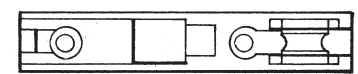
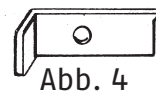
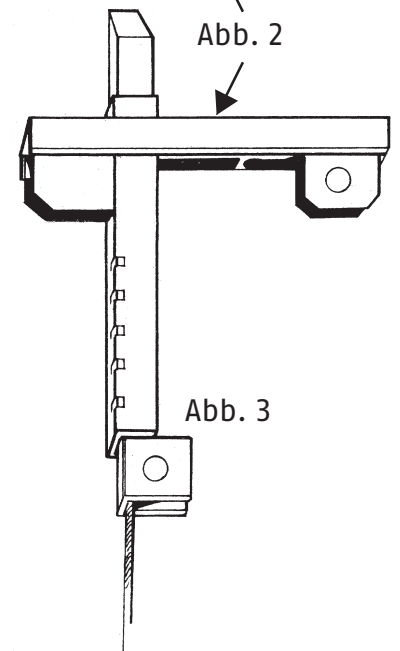

Abb. 2
Abb. 4
Abb. 3
2. Halteklötz mit Umlenkrolle (Abb. 2) auf Bohrung A setzen. Vierkantrohr mit Bolzen (Abb. 3) durch Halteklötz in die Bohrung A einführen. Schraubenlöcher anzeichnen und mit 3 mm Bohrer vorbohren.
3. Halteklötz (Abb. 2) mit einer Schraube befestigen (Rollenseite). Die Umlenkrolle (Abb. 2) sollte sich zweckmäßigerweise an der Gurtseite befinden.
4. Vierkantrohr mit Bolzen (Abb. 3) durch Halteklötz (Abb. 2) und Blendrahmen führen, bis der Abstand zwischen Vierkantrohr (Abb. 3) und Rollladen ca. 5–10 mm beträgt, dann Riegel (Abb. 4) seitlich einschieben (scharfe Kante des Bolzen muss unten liegen, gegebenenfalls Bolzen verdrehen).
5. Halteklötz (Abb. 2) mit beiden Schrauben fest anziehen.
8. Seil über beide Umlenkrollen führen und Bolzen (Abb. 3) in Vierkantrohr bis Anschlag hereinziehen. Durch Runterlassen und Hochziehen des Rollladen prüfen, ob genügend Spiel (5–10 mm) zwischen Vierkantrohr und Rollladen vorhanden ist.